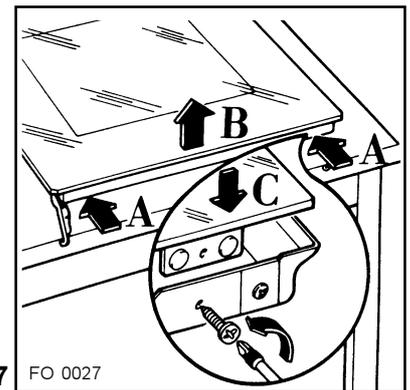

Fig. 7 FO 0027
- f) retirez les vis et soulevez légèrement le verre (A Fig. 7);
- g) dégagez le verre (emprisonné en partie haute) en le tirant vers l'avant (Fig. 7).